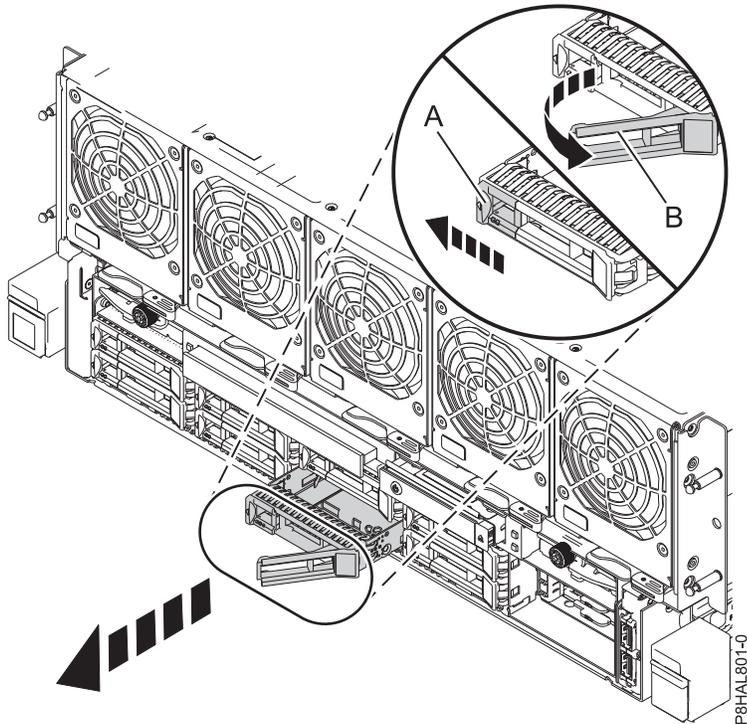

Figure 32. Retrait d'une unité de disque du système 8408-44E ou 8408-E8E
3. Lorsque le voyant d'identification clignote, déverrouillez la poignée de la baie d'unité (**B**) en appuyant sur le loquet de la poignée (**A**) et en le tirant vers vous. Voir : figure 32, à la page 44. Si la poignée n'est pas complètement sortie, vous ne pouvez pas retirer l'unité SSD du système.